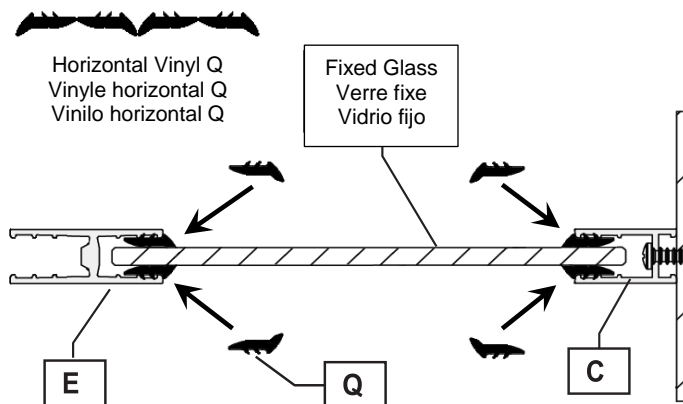

Fig 10b
3. Measure the exposed **Stationary Panel Glass (D)** height. Separate and cut four pieces of the **Vertical Push-In Vinyl (Q)** to length and push the Vinyls into the space between the **Panel Glass (D)** and **Wall Jamb (C)** and the **Panel Glass (D)** and **Inline Post (E)** on both sides. **(Fig 10b)**
3. Mesurez la hauteur exposée du **panneau vitré fixe (D)**. Séparez et coupez quatre morceaux de **vinyle à enfoncer vertical (Q)** à la longueur et poussez les vinyles dans l'espace entre le **panneau de verre (D)** et le **montant de mur (C)** et le **panneau de verre (D)** et le **poteau en ligne (E)** sur les deux côtés. **(Fig. 10b)**